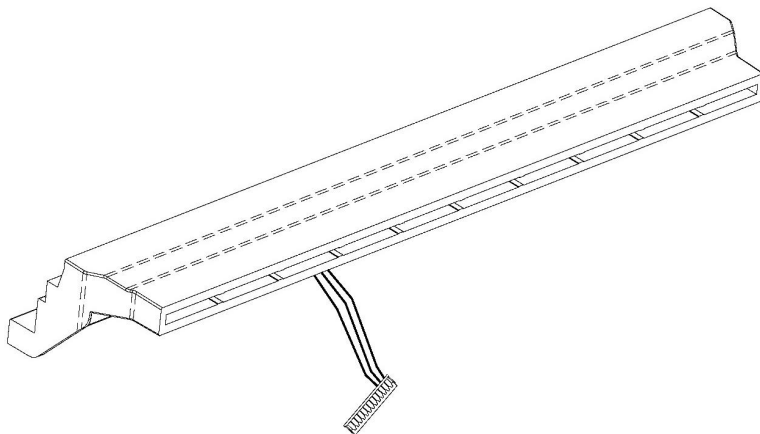
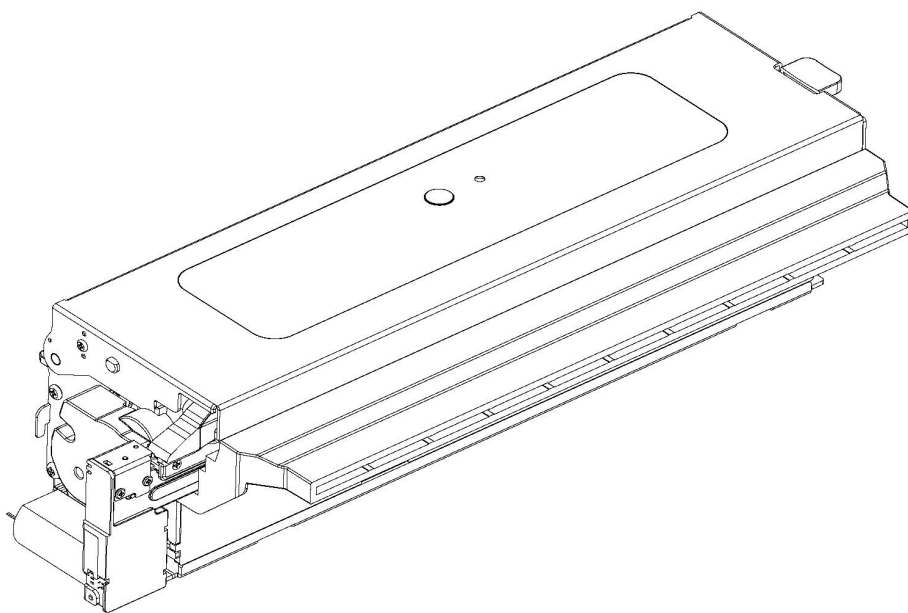

图 2-4-1 出纸嘴组件
图 2-4-2 选装出纸嘴
- 8 寸打印机芯模块化设计, 可选装出纸嘴组件, 如下图 2-4-1; 出纸嘴的设计可满足不同卷曲程度的纸张正常出纸, 防止打印中的纸张被人为拖拽造成设
- 出纸嘴组件尺寸: 88.4(L) X 246 (W) X 34(H) mm。(图 2-4-1)
- 整机产品尺寸: 119.9(L) X 265 (W) X 78(H) mm。(图 2-4-2)
- 8 寸打印机芯模块化设计，可选装容纸模块；如下图 2-4-1，图 2-4-2；
- 容纸模块尺寸：130(L) X 287 (W) X 76(H) mm。
- 整机产品尺寸：172(L) X 290 (W) X 78(H) mm。